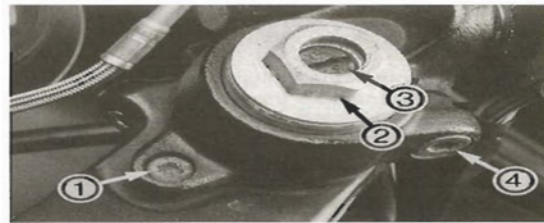

Bild 52
- Federvorspannung der neueren Ausführung (ab 1987) nach Aushebeln der Gummistopfen oben an Gabel an Schlitzschraube ③ Bild 52 einstellen:
- Klemmschraube ④ Bild 52 lockern.
- Obere Gabelverschlusschraube ② Bild 52 ausdrehen (Schraube steht unter Federdruck).